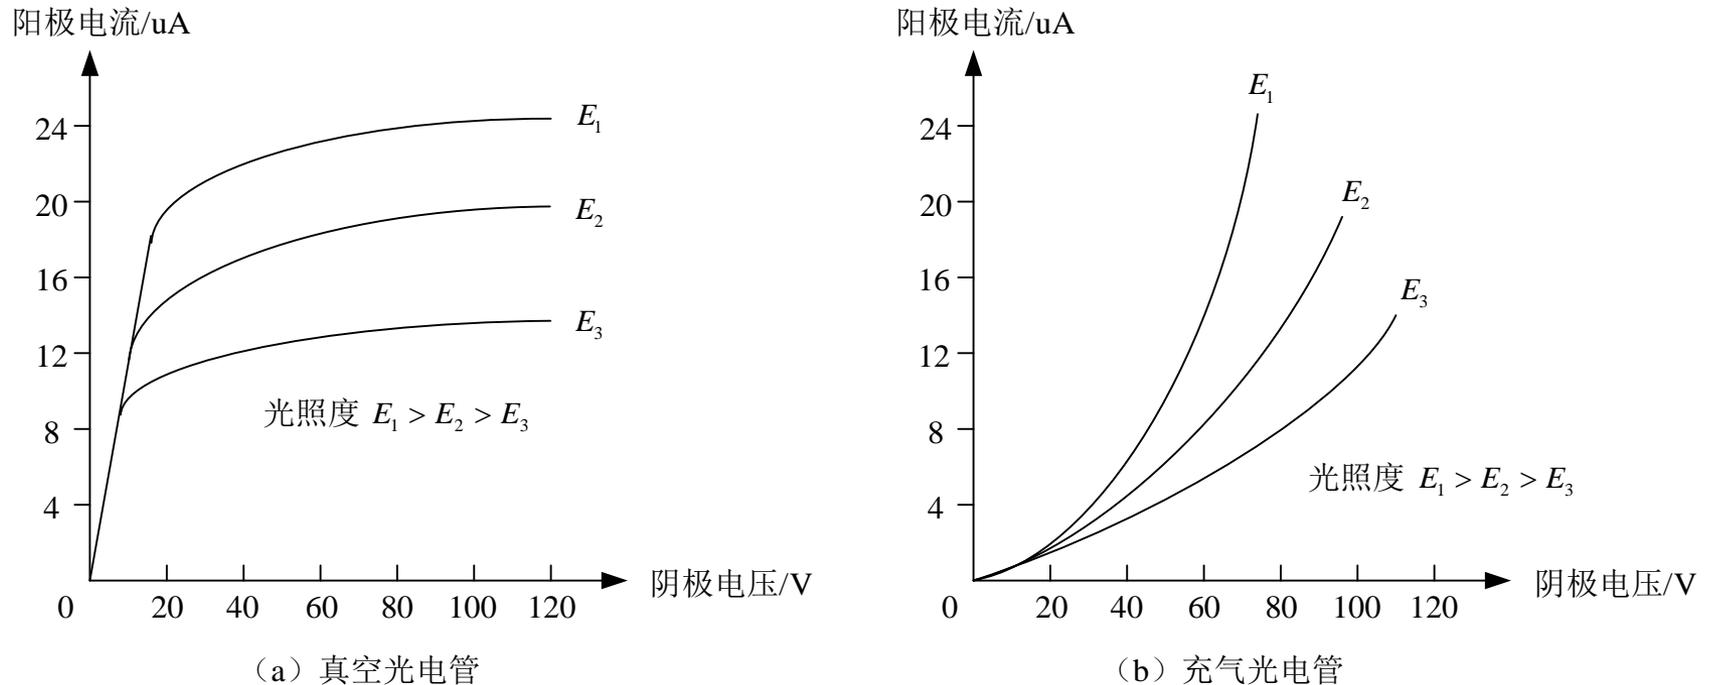

图7-3 光电管的伏安特性
- 在一定的光照射下，对光电器件的阴极所加电压与阳极所产生的电流之间的关系称为光电管的伏安特性。真空光电管和充气光电管的伏安特性如图7-3所示。